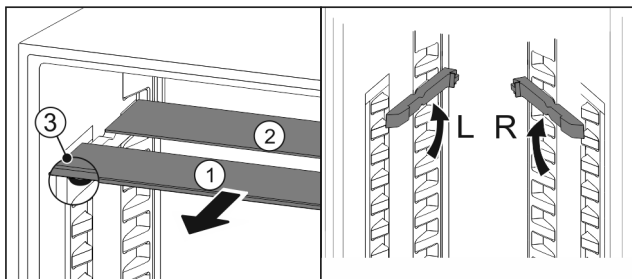

Fig. 54
- ▶ Steklene plošče posamično izvlecite Fig. 54 (1) naprej.
- ▷ Steklена plošča Fig. 54 (1) z okrasno letvijo je spredaj.
- ▷ Zaustavljalniki Fig. 54 (3) so obrnjeni navzdol.